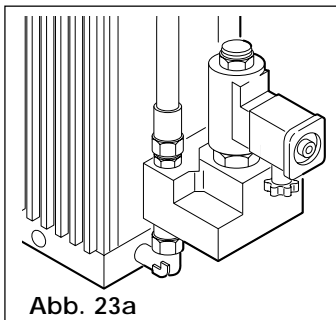

Abb. 23a
**AUTOMATISCHE SYSTEMENTRIEGLUNG (Abb. 23a)**